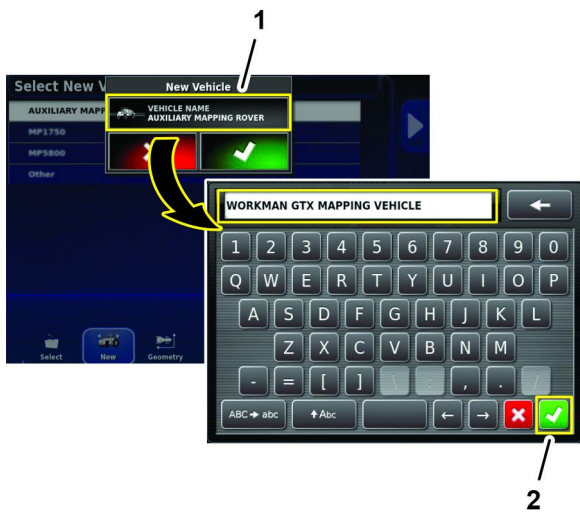

Figura 186
6. En el cuadro de diálogo Nuevo vehículo, pulse el icono NOMBRE DEL VEHÍCULO, utilice el teclado en pantalla para escribir un nombre para el vehículo de mapeo y pulse el icono Confirmar (Figura 186).